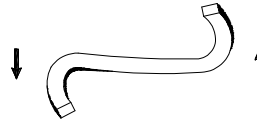

Figura 7.2
Antes de introducir la nueva empaquetadura comprobar el estado de la superficie del eje motriz (05) y la caja estopera (36). El eje debe tener un acabado superficial pulido. Cortar los anillos a la longitud necesaria con un ángulo de 45° como indica la figura 7.1. Comprobar que los cortes coincidan sobre el eje. Abrir con cuidado los anillos (figura 7.2), para permitir el paso del eje, ubicándolos cada uno por separado. Introducir primero la unión y después empujarlos hasta el fondo.